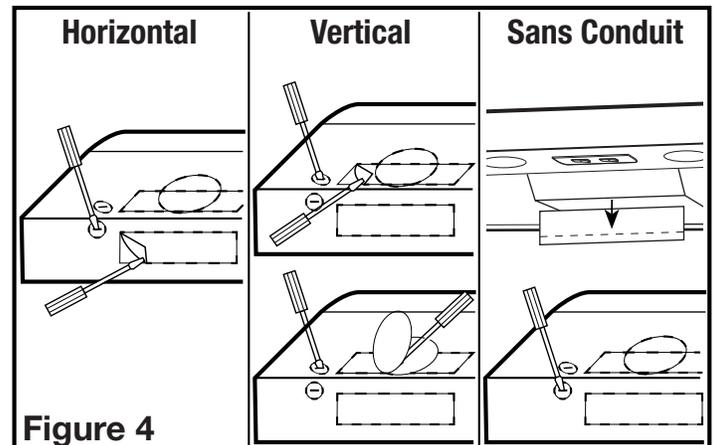

Figure 4
- 2a. Horizontal ou Vertical** - Enlever l'alvéole défonçable en insérant un tournevis sous le contour et casser les attaches qui le retiennent en place. Peler avec des pinces (**Figure 4**).
- 2b. Sans Conduit** - De l'intérieur de la hotte, appuyez sur les loquets avec vos doigts, avant de retirer le clapet. Tirez sur la languette devant la pale du ventilateur. Pliez le clapet sur la surface plissée puis brisez la partie supérieure du clapet et jetez. Réinsérez la partie restante du clapet dans la fente (**Figure 4**).
- 2c. Rond de 17,78 cm (7 po)** - enlever l'alvéole défonçable située sur le dessus de la hotte en insérant un tournevis sous le rebord et briser les attaches qui la maintiennent en place. Peler avec des pinces (**Figure 4**).
- Déterminer où le service électrique entrera dans la hotte et enlever les alvéoles défonçables électriques appropriées en insérant un tournevis dans la fente et en le repliant vers l'avant et l'arrière jusqu'à ce que les alvéoles deviennent lâches (**Figure 4**).